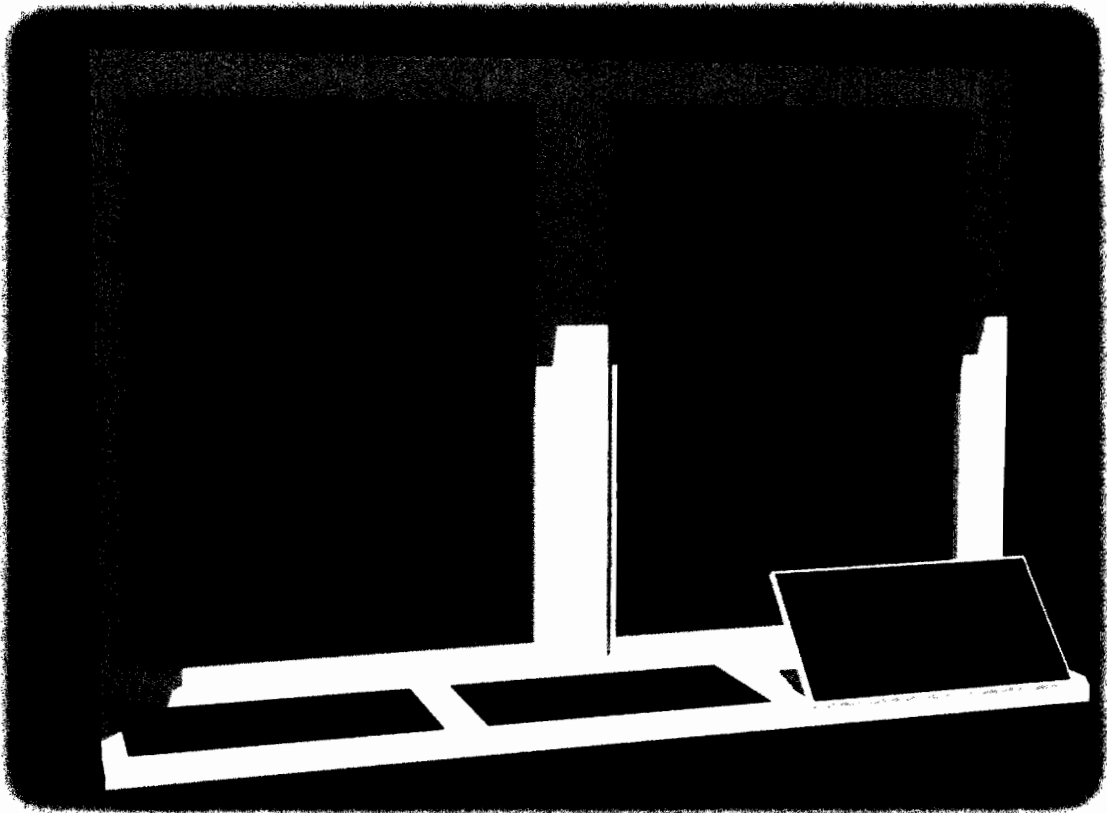

fig.5
-fig.5, vedere în perspectivă a unui element constructiv, în legătura cu care este legat cu un panou fotovoltaic, amplasate în dreptul unei ferestre